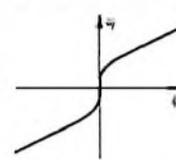

Bild 6. Eingangskennlinie der Schaltung nach Bild 4
unabhängige Verstärkung der Endstufe zu erreichen, muß die Eingangsspannung frequenzunabhängig und deshalb der Generatorwiderstand so klein wie möglich sein. Diese Überlegung wird an sich schon durch Gleichung (1) nahegelegt. Wie an Hand von Bild 6 jedoch leicht einzusehen ist, führt eine reine Spannungssteuerung zu einem nichtlinearen Eingangsstrom und damit zu den für B-Verstärker charakteristischen Übergangsverzerrungen, die vor allem bei kleinen Signalamplituden besonders stark in Erscheinung treten. Das übliche Verfahren, diese Verzerrungen kleinzuhalten, besteht darin, die Arbeitspunkte der Endstufentransistoren durch Einführung eines kleinen Ruhestromes in einen bereits gut linearen Bereich der Kennlinien zu verlegen (AB-Betrieb). Dabei gehen aber viele Vorteile des reinen B-Betriebes verloren, in diesem Fall auch die große Einfachheit der Schaltung.
Wie aus Gleichung (3) hervorgeht, ist  $R_i$  wegen der Frequenzabhängigkeit der Stromverstärkung  $\gamma$  ebenfalls frequenzabhängig. Andererseits zeigt die zusammengesetzte Eingangslinie der Anordnung (Bild 6), daß ihr Eingangswiderstand